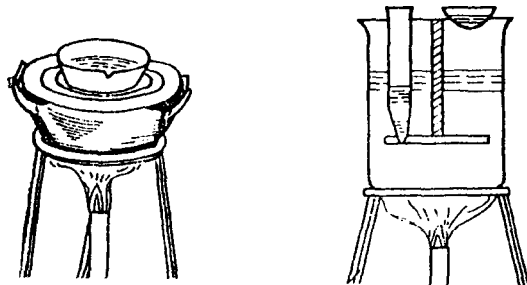

图 1-17 水浴加热
①液浴：将水或油盛入水浴锅中，液体量约为浴锅容积的 $2/3$ ，以灯焰或电炉加热浴中的液体至所需温度。水浴锅是一种有可移动的同心圆盖的铜制容器，也可以用烧杯代替，如图 1-17。加热时保持受热容器底部有最大的受热面积（用热液或蒸气使其加热），但容器不能接触浴锅的底部。油浴温度可达 250°C 左右，使用时应注意油着火，一旦着火，首先要撤去热源，立即用木盖盖住油浴，断绝空气而灭火。